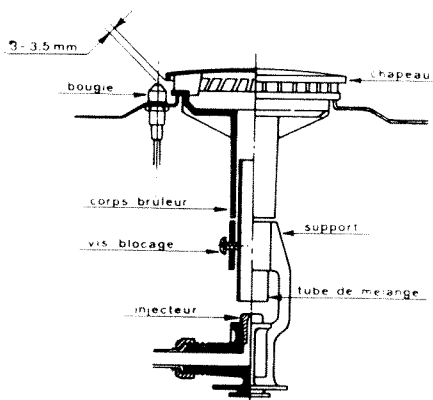

Fig. 1
- Desserrer partiellement les deux vis fixant les verrous, pour débloquer ceux-ci (fig. 1).
**CHANGEMENT DES INJECTEURS DE LA TABLE DE TRAVAIL (Fig. 1)**
### REGLAGE D'AIR DES BRULEURS DE LA TABLE DE TRAVAIL (Fig. 1)